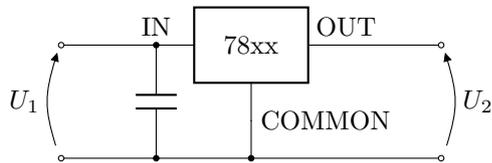
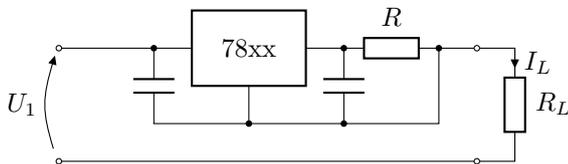

Abbildung 5: Festspannungsregler vom Typ 78xx¹
Abbildung 6: Konstantstromquelle mit Festspannungsregler
Die Spannung zwischen den Anschlüssen OUT und COMMON (Abbildung 5) wird auf einen festen Wert geregelt. Durch Verschieben des Potentials am Punkt COMMON, z.B. durch eine Zenerdiode oder einen Spannungsteiler am Ausgang der Schaltung kann die Ausgangsspannung verändert werden. Schließt man den Verbraucher über einen Widerstand R an und legt das Potential am Anschluss COMMON an den Verbraucher (Abbildung 6, erhält man eine Konstantstromquelle. Der durch den Verbraucher fließende Strom wird so groß, dass der Spannungsabfall über dem Widerstand gerade der Regelspannung des Festspannungsreglers entspricht.
- Bauen Sie eine Konstantspannungsquelle und eine Konstantstromquelle (Abb. 5 bzw. Abb. 6) auf. Bestimmen Sie jeweils den Innenwiderstand.²